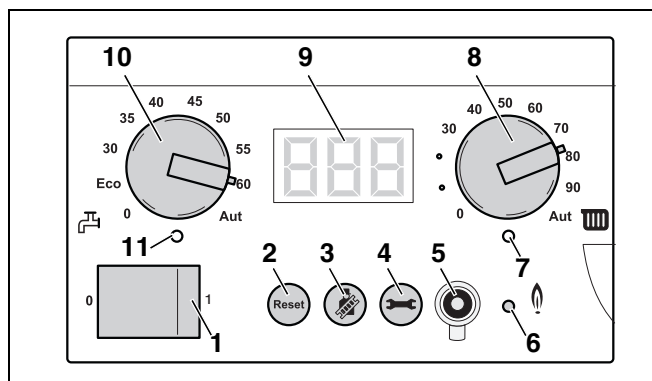

Рис. 90 Главный регулятор BC10
- С помощью ручки установки максимальной температуры котловой воды (рис. 90, поз. 8) установить максимальную температуру котловой воды для режима отопления (см. таб. 16).